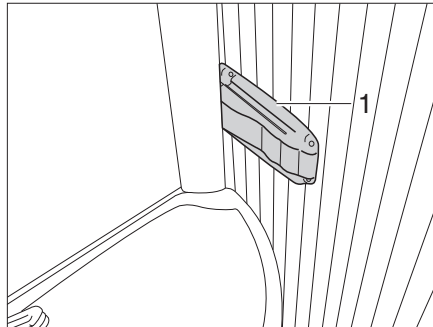

Fig. 344 Toilettes Vario, blocage de la paroi de douche
- Appuyer sur le dispositif de blocage (Fig. 344,1) situé à la droite du rebord du lavabo et tirer légèrement le lavabo. Le lavabo se déplace avec la paroi arrière vers l'avant.